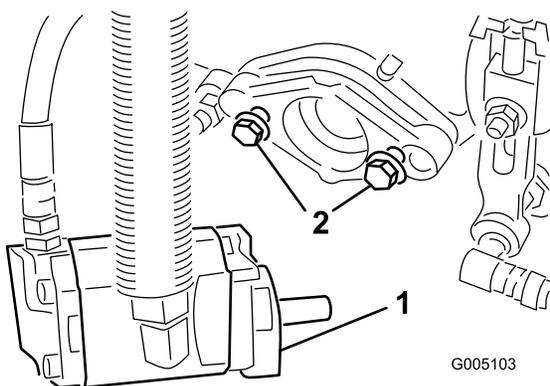

図 10
6. リールモータ取り付けボルトのねじの頭が、それぞれおよそ 13 mm 突き出した状態になるようにすること 図 10。
9. 取り付けボルトを締め付ける 図 10。